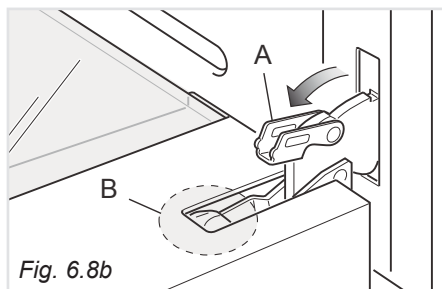
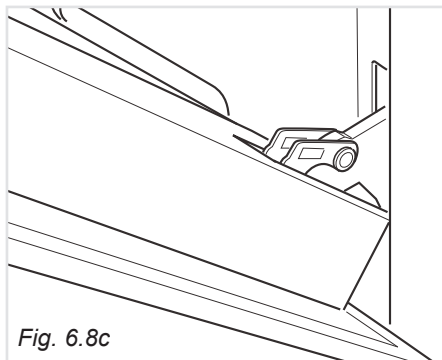

Fig. 6.8b
Fig. 6.8c
- Aprire completamente la leva "A" delle cerniere destra e sinistra (fig. 6.8b).
- Socchiudere dolcemente la porta (fig. 6.8c) fino a quando le leve "A" delle cerniere destra e sinistra si agganciano alla parte "B" della porta (fig. 6.8b).
- Assicurarsi che la porta sia bloccata aperta (vedere Fig. 6.8c).